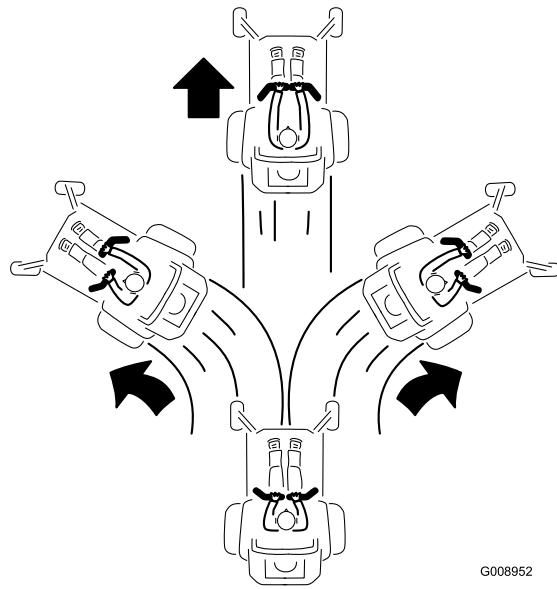

Figure 19
- Pour vous déplacer en marche avant, poussez doucement les leviers de commande de déplacement vers l'avant (Figure 17 et Figure 19).